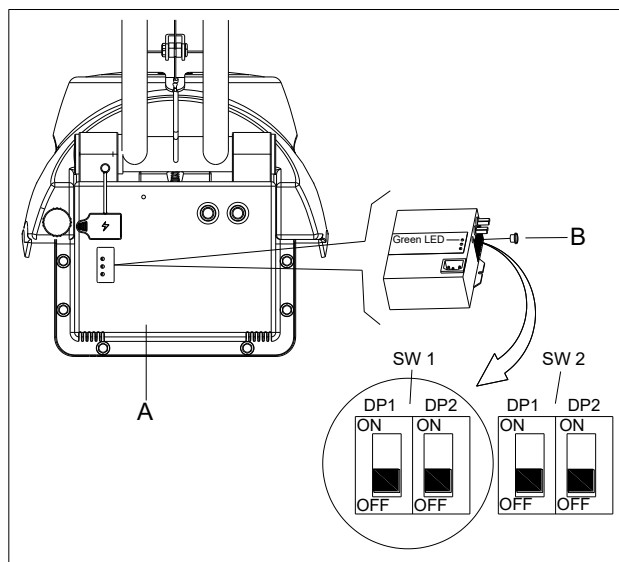

Рис. 4
1. Обесточьте машину и снимите крышку (A на рис. 4). Далее снимите круглый черный колпачок, расположенный спереди зарядного устройства (B на рис. 4). В зарядном устройстве установлены два комплекта переключателей (SW1 и SW2).